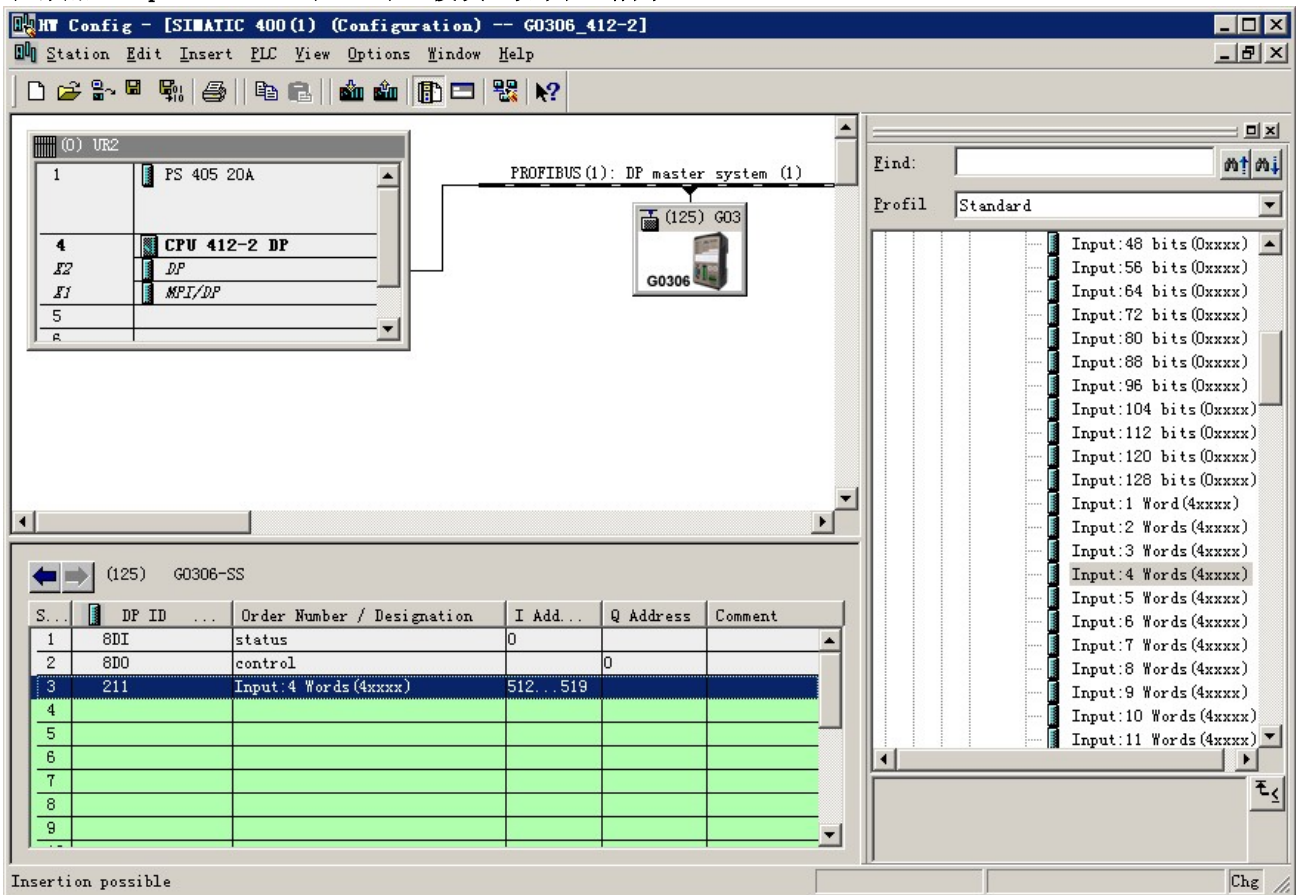

图 46 添加“Input:4 Words(4xxxx)”模块
a) 添加“Input:4 Words(4xxxx)”模块，如图 46 所示：